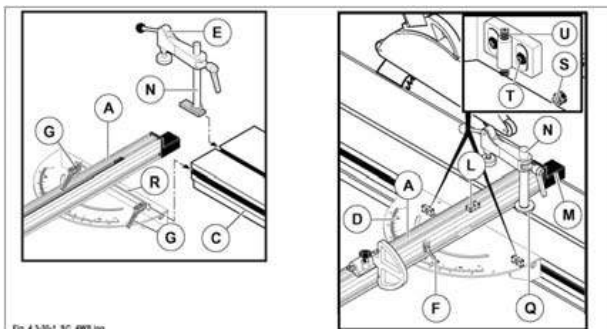

Fig. 4.3-30-1
- 1) Inserire la colonnetta (N fig. 4.3-30-1) con il pressore (E fig. 4.3-30-1) nella scanalatura del carro vagone (C fig. 4.3-30-1).
- 2) Montare il gruppo riga (A fig. 4.3-30-1) inserendo il lardone (R fig. 4.3-30-1) nella scanalatura del vagone (C fig. 4.3-30-1).
- 3) Serrare le leve (G fig. 4.3-30-1).
- 4) Allentare la maniglia (F fig. 4.3-30-1).
- 5) Posizionare il gruppo riga alla giusta distanza dalla lama sega; nella posizione a 90° mandare il gruppo riga in battuta contro il lardone (L fig. 4.3-30-1); il lardone (L fig. 4.3-30-1) è registrato dai nostri tecnici, e serve per posizionare velocemente il gruppo riga alla giusta distanza dalla lama sega.
- 6) Per l'esecuzione di tagli angolati ruotare il gruppo riga (A fig. 4.3-30-1) facendo riferimento alla scala (D fig. 4.3-30-1).
- 7) Bloccare serrando la maniglia (F fig. 4.3-30-1).
- 8) Posizionare il pressore contro il gruppo riga accertandosi che la rosetta (Q fig. 4.3-30-1) si inserisca nella scanalatura.
- 9) Ruotare la colonnetta (N fig. 4.3-30-1) in senso orario per bloccarla.
- allentare le leve (G fig. 4.3-30-1);
- agire sui grani (S fig. 4.3-30-1) per regolare il parallelismo al vagone;
- allentare le viti (T fig. 4.3-30-1) e agire sui grani (U fig. 4.3-30-1) per regolare la posizione in altezza.
Quando il paraschegge (M fig. 4.3-30-1) si usura, avvicinarlo alla lama sega agendo sulle viti di bloccaggio.